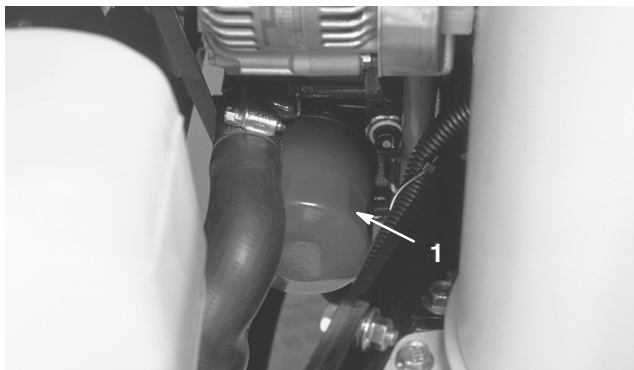

Figure 41
2. Déposez le filtre à huile (Fig. 41). Appliquez une fine couche d'huile propre sur le joint du filtre de rechange avant de le visser en place. **Ne serrez pas excessivement.**